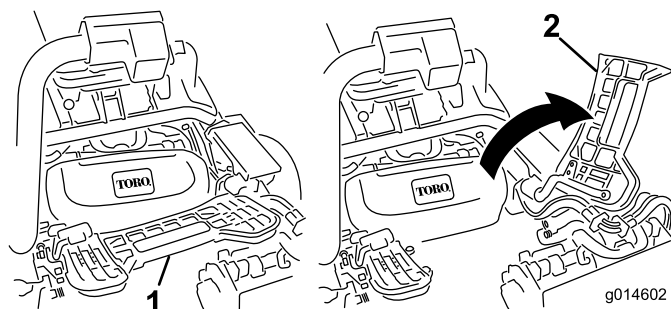

Figura 31
1. Eleve o apoio de pé e incline-o para aberto, permitindo o acesso à posição da unidade de corte central (Figura 31).